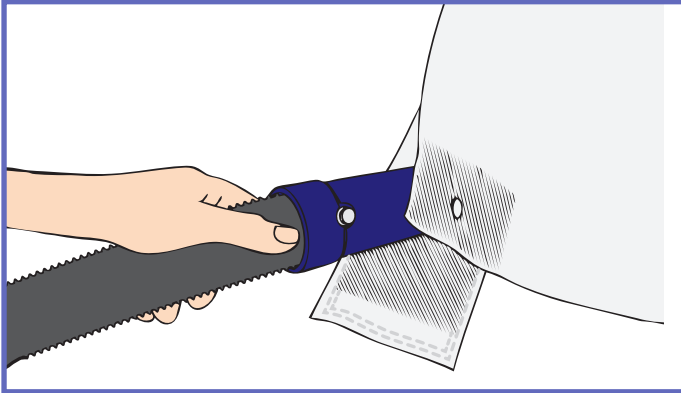

Fig. 2
- 1) Forbind luftslangen fra *Maxi Air*-luftforsyningen med sammenkoblingspunktet i enten venstre eller højre fodende af *Maxi Air*-madrassen, se "Fig. 2".